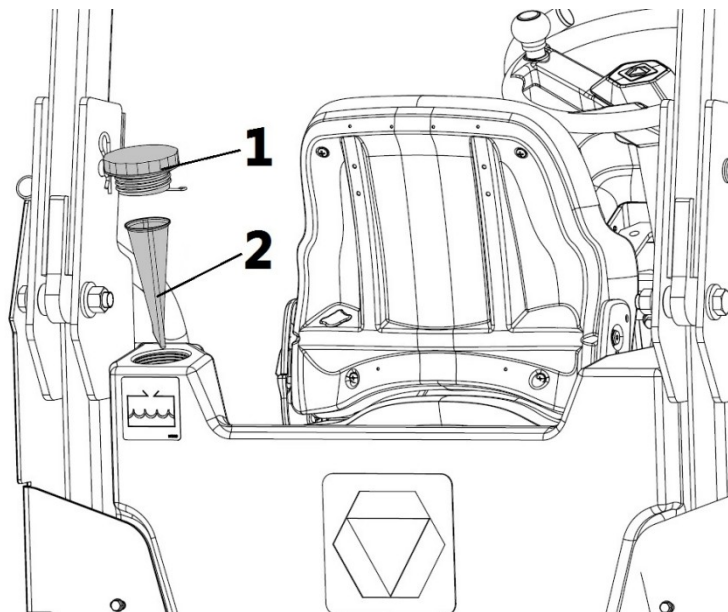

Рисунок 5-25: Фильтровальная сетка (2) на впускном входе водяного бака
1. Снять фильтровальную сетку (рисунок 5-25).